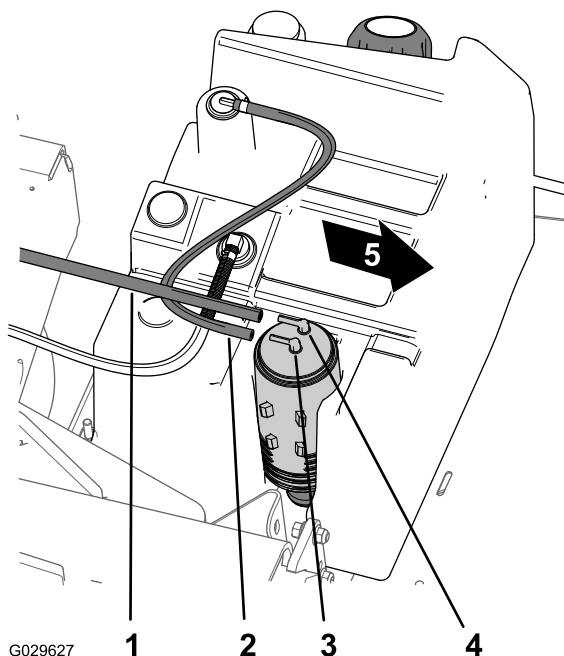

Figura 44
- Retire o tubo de vácuo da união no recipiente de carbono assinalada Purga (**Figura 44**).
2. Retire o tubo do depósito de combustível da união no recipiente de carbono assinalada Combustível (Figura 44).
8. Monte o tubo de vácuo na união no recipiente de carbono assinalada Purga e o tubo do depósito de combustível na união assinalada Depósito de combustível (Figura 44).